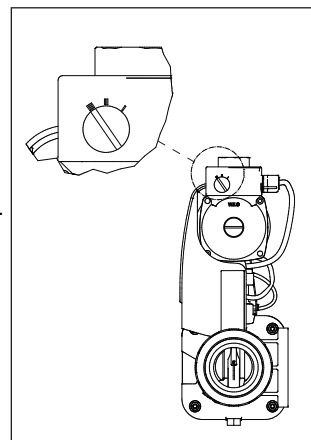

Рисунок 9.
- Установите максимальное значение мощности на циркуляционном насосе теплообменника Aqua MEX-FE (повернув ручку управления в положение III), см. Рисунок 9.